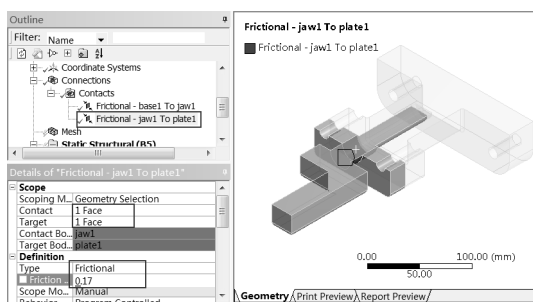

图 13-60 接触对设置 (2)
Step7: 与以上操作相同, 请读者自己完成另外一对接触对的设置。设置完成后的接触对如图 13-60 所示。